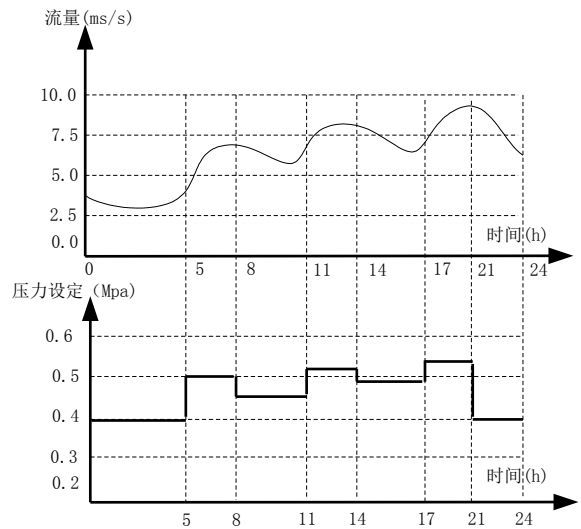

图5-39 6个时间段压力控制
- 4、为了适应生活供水中的压力/流量波动特性，如通常白天的3个用水高峰期流量波动，以及其他一些特殊应用，系统提供了最多6段的定时压力给定控制以满足使用，可以起到节水和节能的作用。一天的流量波动和多段压力控制如图5-39所示。